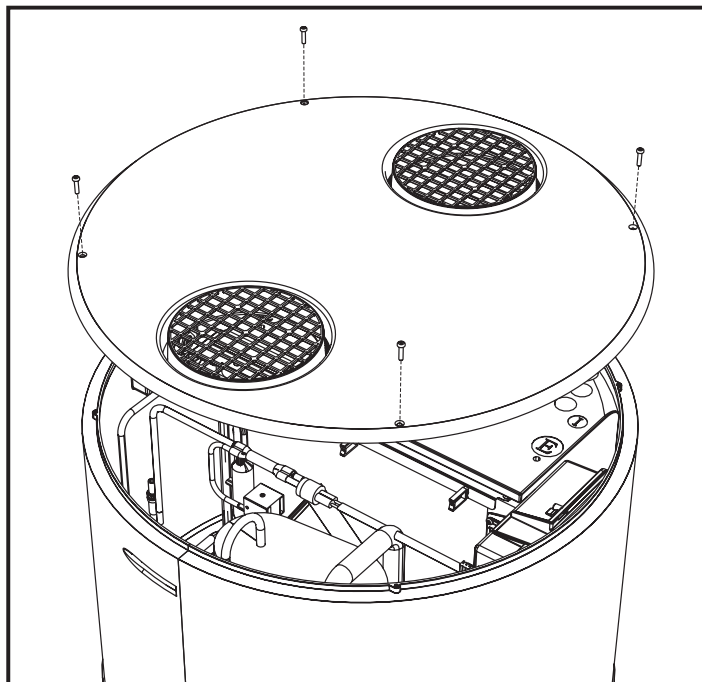

fig. 47- Extracción de la cubierta superior
- Retire la cubierta superior desenroscando primero los tornillos de bloqueo (fig. 47).